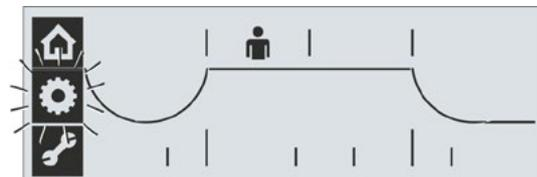

Рис. 1: Выбор меню ‚Конечные положения‘
1. Выберите меню ‚Конечные положения‘: Поворачивайте кнопку Drive Controller, пока не начнёт мигать рамка знака „Шестерёнка“ (рис. 1). Сам знак „шестерёнка“ показан инверсивно.